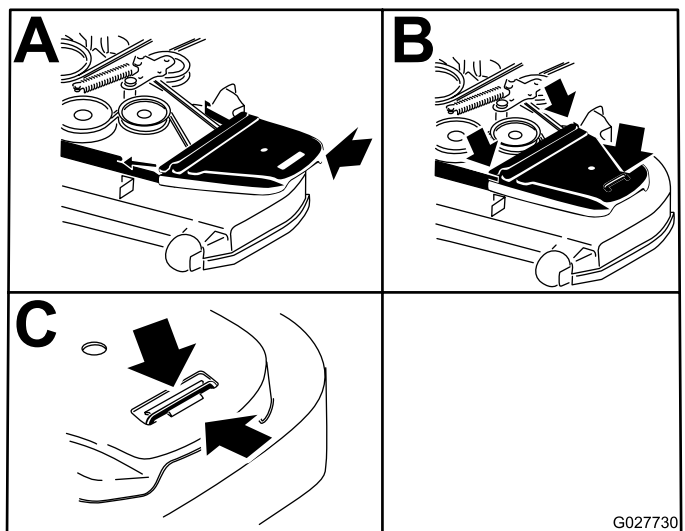

Figura 85
14. Instale as coberturas da correia (Figura 85).